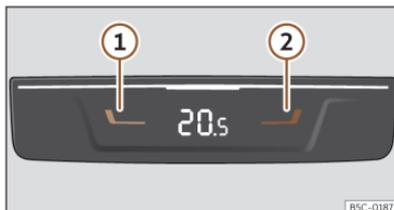

Abb. 110 In der Mittelkonsole hinten: Bedienelemente für die Mitfahrer auf den hinteren Sitzen.
- Drücken Sie die Tasten ① und ② >>> (Abb. 110), um die Temperatur für die hinteren Sitzplätze einzustellen.